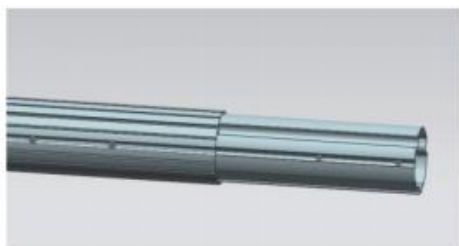
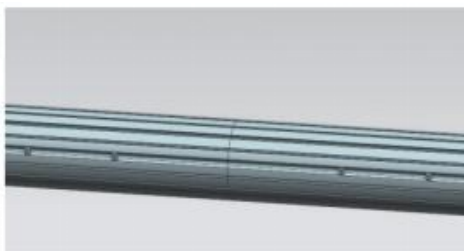

Figure D8
Figure D9
3.4 Tirez les tubes de raccordement aux deux extrémités de la bobine centrale jusqu'à la position limite rouge, puis assemblez les extrémités gauche et droite des tubes . la connexion avec l'équipage S A. (Figure D8, Figure D9)